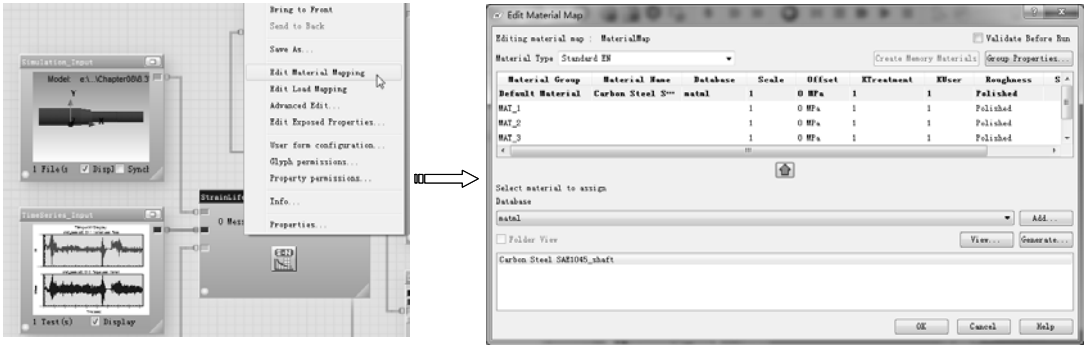

图 7-73 材料映射
6) 进行材料映射。在【StrainLife_Analysis】窗口中单击鼠标右键，在弹出的快捷菜单中选择【Edit Material Mapping】命令，弹出【Edit Material Map】对话框，选中下部的 Carbon Steel SAE1045_shaft，单击  按钮，然后单击【OK】按钮完成，如图 7-73 所示。